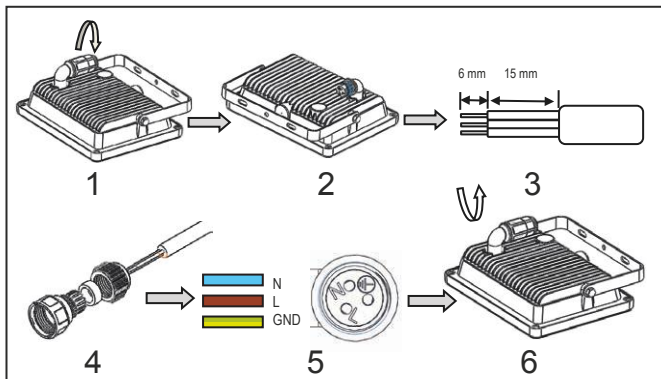

Fig.29: Instalación
2. Abra el casquillo de conexión girando en sentido contrario a las agujas del reloj hasta que el bloque de conexión quede libre tal y como se muestra en la imagen 29 - 2.
3. Aísle el cable como se muestra en la imagen 29 - 3.
4. Deslice las piezas del casquillo de conexión mostradas en la imagen 29 - 4 por el cable de conexión.
5. Atornille el cable de conexión tal y como se muestra en la imagen 29 - 5 mediante un destornillador.
6. Atornille el casquillo de conexión girándolo en el sentido de las agujas del reloj tal y como se muestra en la imagen 29 - 6.